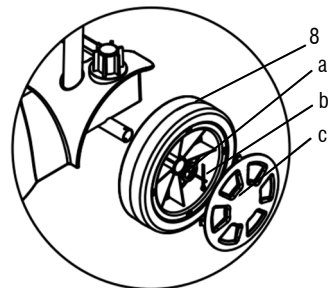

Fig. 3 – Montagem das rodas grandes
- Encaixe as rodas grandes (8) no eixo.
- Por fim encaixe as calotas (c) (Fig. 3).